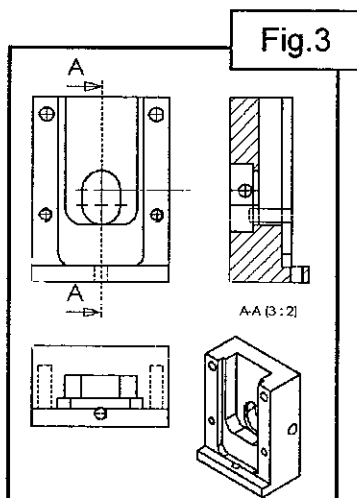

Fig.3
- 2.6- Supprimer la vue de gauche et remplacer cette dernière par une vue en coupe – fig.3